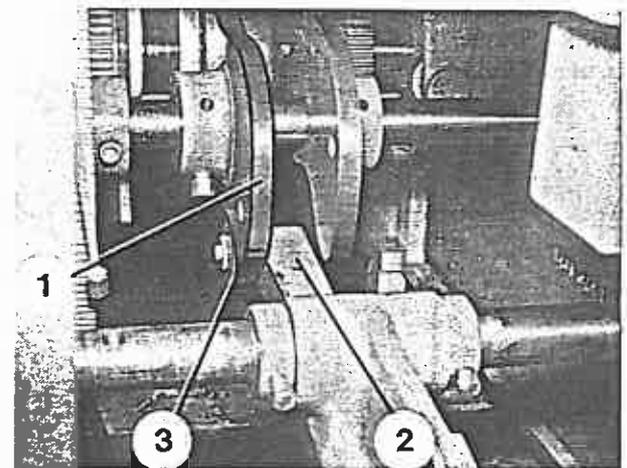

Bild 51
3. Kolben (Bild 51/2) herausziehen und um 180 Grad schwenken, so daß die Rolle (Bild 51/3) über die linke Nutkurve (Bild 51/1) läuft.
3. Die Rolle muß über die linke Nutkurve laufen (siehe Bild 51).